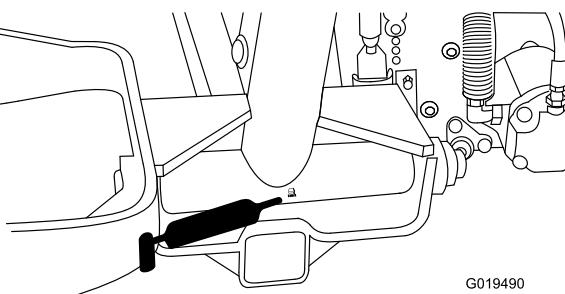

Bild 40
- Hubarm-Drehbüchsen (3) (Bild 40)